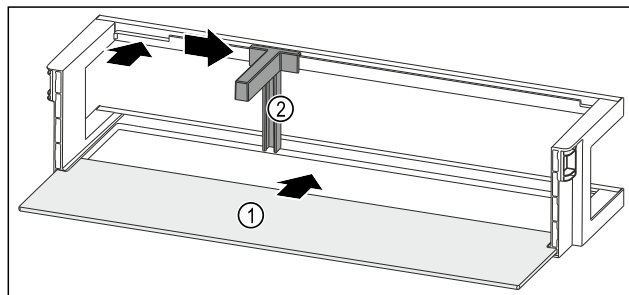

Fig. 135 带搁板的门边存放架
- ▶ 将搁板 Fig. 135 (1)推入侧面凹槽。
- ▶ 将瓶托 Fig. 135 (2)装入槽中。
- ▶ 将瓶托 Fig. 135 (2)推至一侧的所需位置。